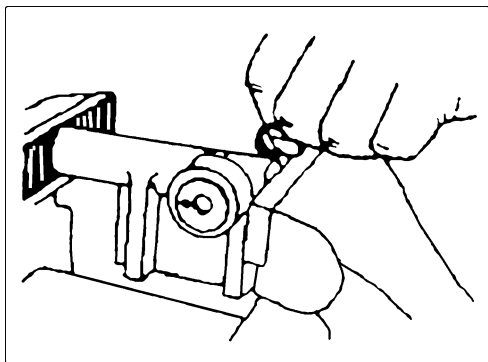

图 2-37 杆孔与油缸孔对齐
③ 利用台虎钳慢慢地将杆推入，如图 2-37 所示，直到杆的孔④与油缸的孔对齐为止。